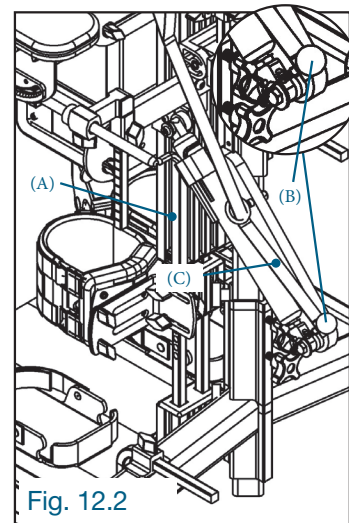

Fig. 12.2
12.2 AJUSTEMENT DE L'INCLINAISON (Fig. 12.2)